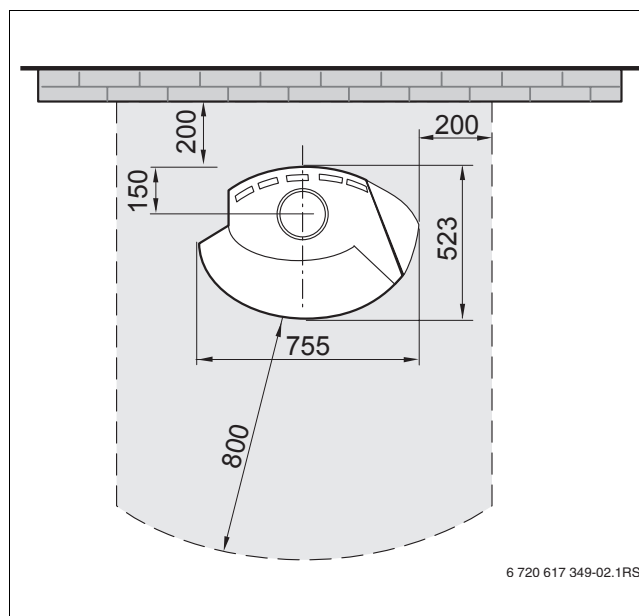

Fig. 3 Distanze di sicurezza (misure in mm)
- Rispettare le distanze di sicurezza (→ fig. 3, tab. 7, pag. 8).